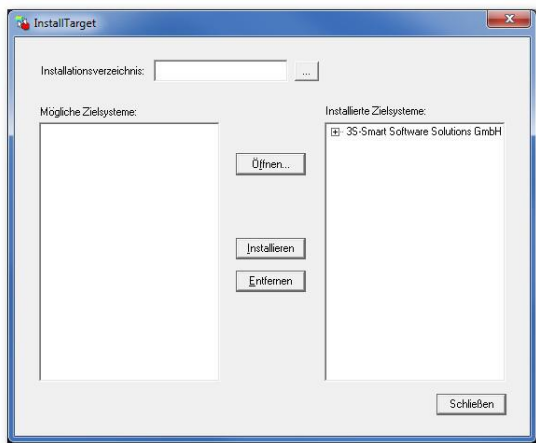

Abb. 3-1: Programm *InstallTarget* zur Installation der Zielsysteme für CoDeSys
- Starten Sie das Programm *InstallTarget*. Das erscheinende Dialogfeld ist in Abb. 3-1 dargestellt.